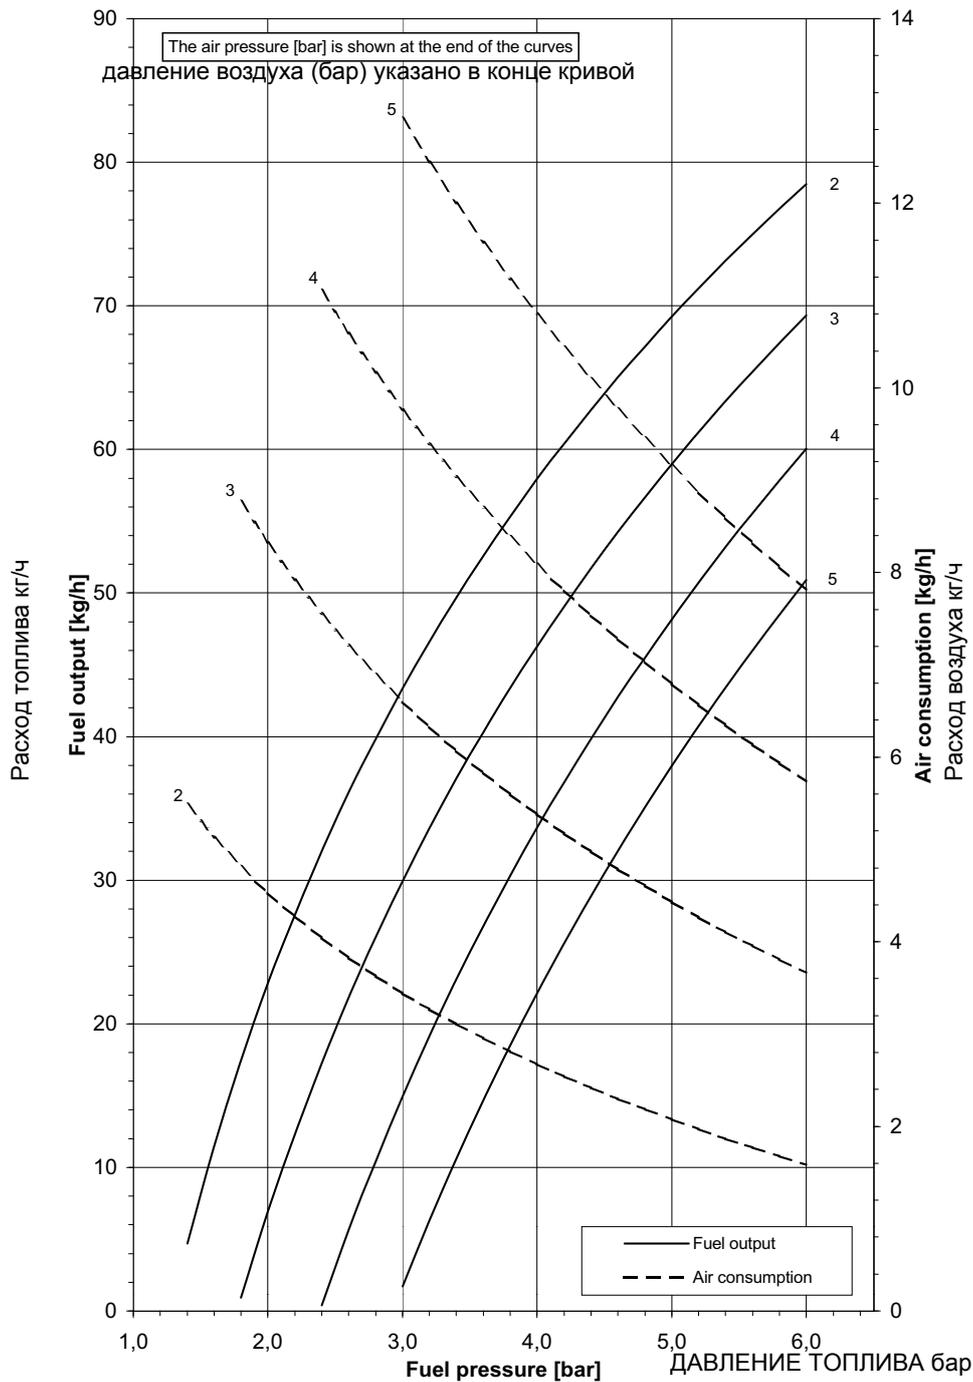

Рис. 36
- 14 Сместить кулачок **V** (малое пламя на мазутном топливе) в сторону минимальной мощности, с тем, чтобы сервопривод начал закрываться, до тех пор, пока два подшипничка не совместятся с регулировочным винтом, относящимся к самой низкой точке: закручивать винт **V2** (Рис. 41) для увеличения расхода, откручивать - для уменьшения, с целью получения значения давления, как на графике на Рис. 36, на основании требуемого расхода.